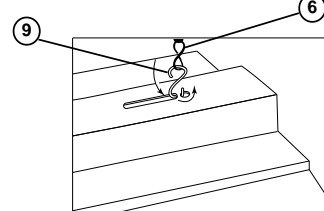

Figure 1
2. Installer deux crochets (non fournis) au plafond. Fixer le crochet en 'S' (9) à la chaîne (6). Glisser le crochet par l'ouverture sur le dessus du boîtier et serrer les deux extrémités du crochet. **- Voir la Fig.1. Avis: La distance maximale à la prise électrique dépend de la longueur du cordon fourni.**
3. Pour ouvrir la protection Wireguard (2): repérer et dévisser le faîteau de verrouillage (5) central et désengager le verrouillage (4). Désengager les deux verrouillages restants et laisser la protection pendre librement.
2. Install two hooks (not supplied) in ceiling. Attach "S" hooks (9) to chain (6). Slide hook through opening on top of Housing (1) and crimp both ends of hook. -See Fig.1 Note: Maximum distance to electrical outlet is determined by the length of the cord provided.
3. To open Wireguard (2) - locate and unscrew center latch finial (5) and disengage latch (4). Disengage remaining two latches (4) and allow guard to hang freely.
2. Instalar dos ganchos (no incluidos) en el techo. Anexar el gancho 'S' (9) a la cadena (6). Deslizar el gancho por la entrada en la parte superior del canal y cierre los dos extremos del gancho. -**Vea Fig.1.** Nota: La distancia máxima a una salida eléctrica es determinada por la longitud del cordón proporcionado.
3. Para abrir la rejilla de protección (2), localice y desatornille el remate del pestillo (4) central y luego retire el pestillo (4). Retire ambos pestillos restantes de modo tal que se libere la rejilla.